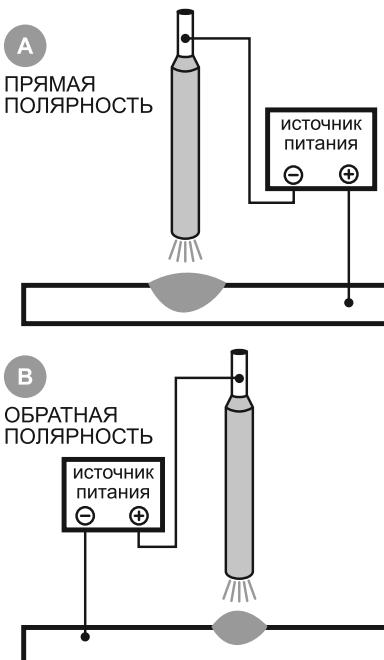

Рис. 3. Места установки сварочных кабелей
Существует два способа подключения сварочных кабелей — прямая и обратная полярность (см. Рис. 3 А).
**Прямая полярность** (Рис. 3 поз. А) — электрод присоединяется к отрицательному полюсу источника питания дуги, а объект сварки — к положительному.
**Обратная полярность** (Рис. 3 поз. В) — электрод присоединяется к положительному полюсу источника питания дуги, а объект сварки — к отрицательному.